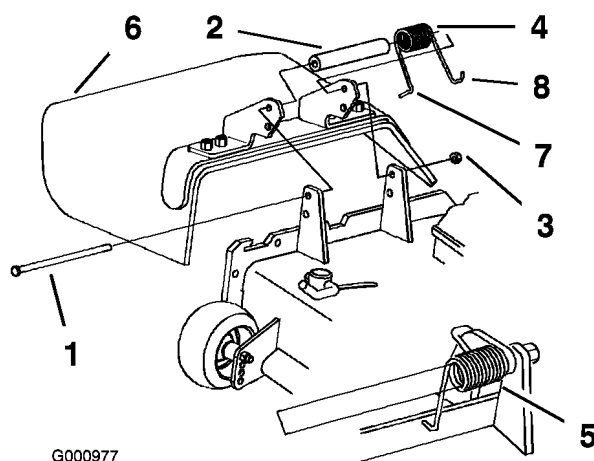

Figure 76
1. Retirez le contre-écrou, le boulon, le ressort et l'entretoise qui fixent le déflecteur aux supports de pivot (Figure 76). Enlevez le déflecteur s'il est endommagé ou usé.
Remarque: Prenez soin de placer l'extrémité en **L** du ressort derrière le bord du plateau avant de mettre le boulon en place, comme indiqué à la Figure 76.
3. Remettez le boulon et l'écrou. Accrochez l'extrémité en **J** du ressort au déflecteur d'herbe (Figure 76).